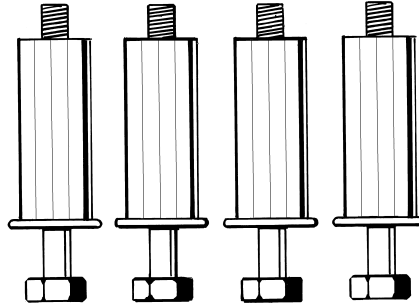

Fig. 1
**Inden maskinen igangsættes, skal transportbeslagene fjernes (Fig. 1).**